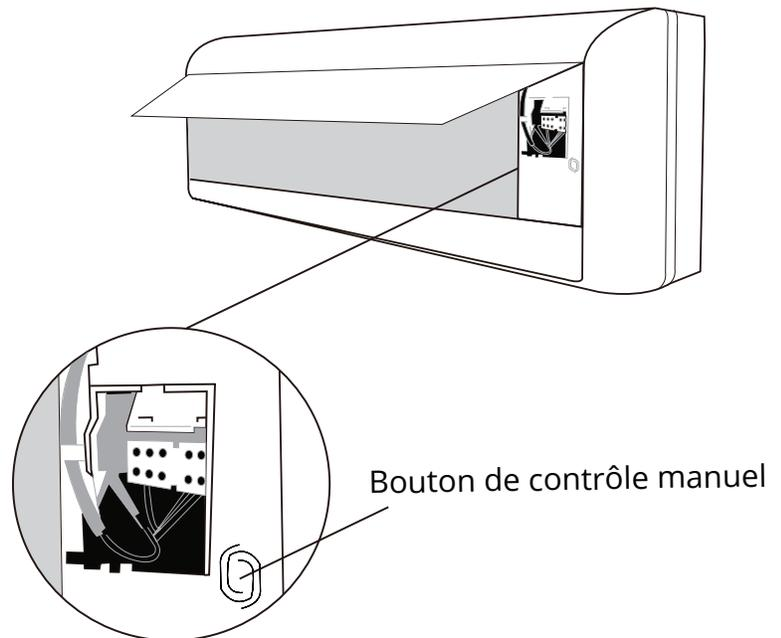

Fig. 10.1
2. Le bouton « **MANUAL CONTROL** » se trouve sur le côté droit de l'appareil. Appuyez deux fois sur cette touche pour sélectionner la fonction « COOL » (CLIMATISATION). Voir **Fig.10.1**.